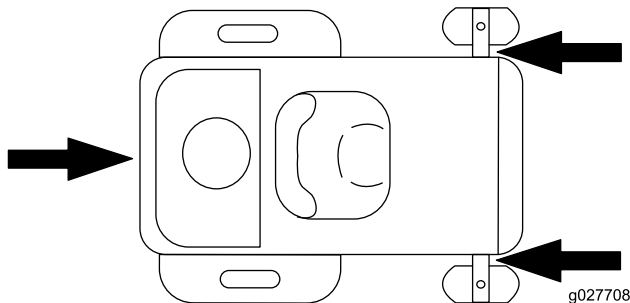

Bild 19
5. Vergurten Sie die Maschine in der Nähe der vorderen Laufräder und der hinteren Stoßstange (Bild 19).